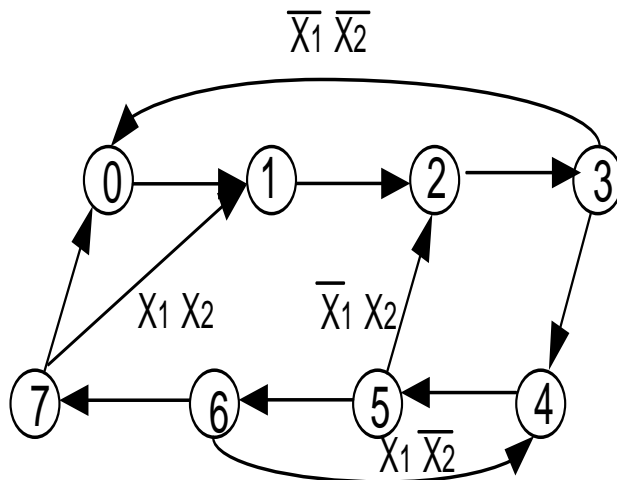

Figura 5 – Diagrama de estados.
**5Q:** Usando FF's de sua preferência e portas, **projete** um **contador pseudo-síncrono** com seqüência programável, onde o seu **diagrama de estados** está descrito na figura 5.